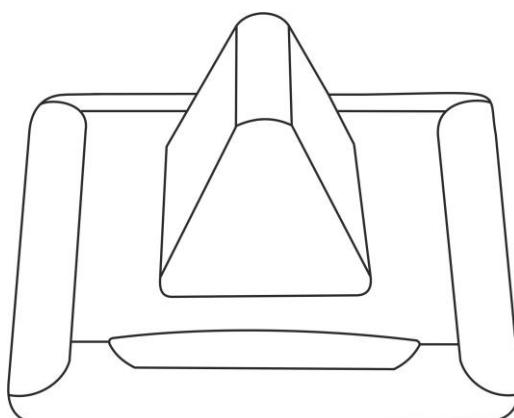

Рисунок 5.7. Палатная консоль со встроенной лампой MP-331W2
2. Палатная консоль со встроенной лампой MP-331W2 (рис.5.7).